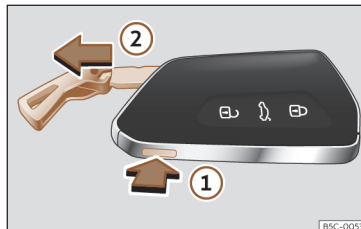

Fig. 69 Chave do veículo: retirar o palhetão.
- Pressione o botão >>> **Fig. 69** ① para fazer sair a argola em forma de porta-chaves e poder retirar o palhetão ②. Se pressionar levemente a argola, esta ficará fixa em forma de porta-chaves.
- Pressione o botão >>> Fig. 69 ① para desbloquear. Mantenha o botão pressionado ① e, simultaneamente, puxe a argola na direção da seta >>> Fig. 69 ② para retirar totalmente o palheto.